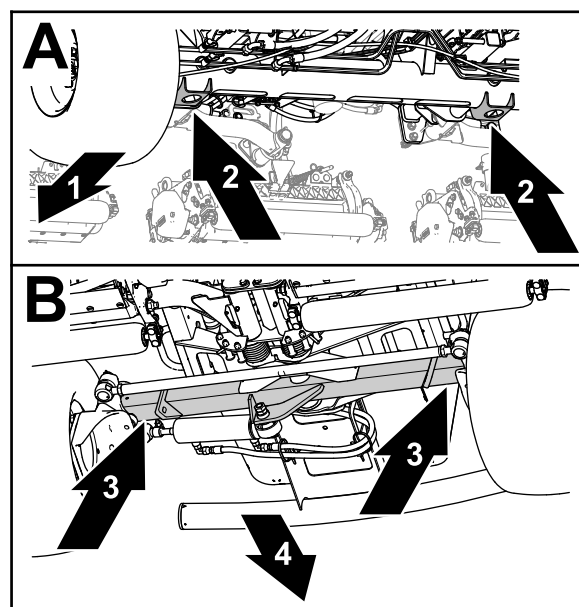

Figure 103
- Avant – supports de cric du tube d'essieu avant (Figure 103).